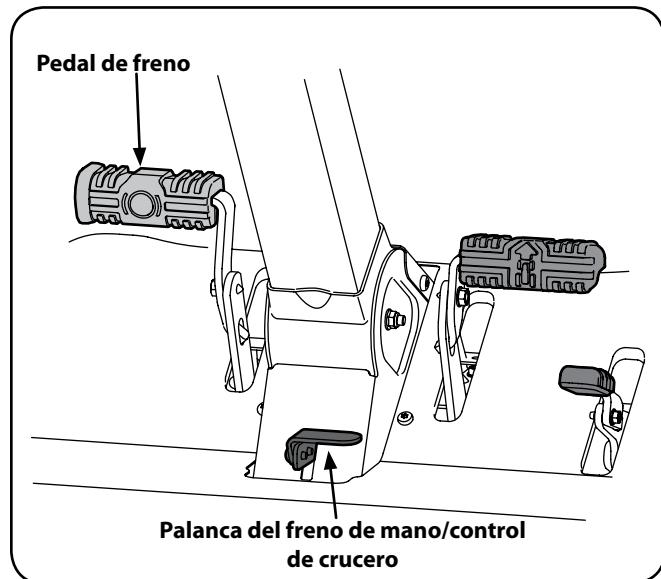

Figura 12
2. Ponga el freno de mano oprimiendo hacia adelante el pedal de freno , luego oprima la palanca de control de crucero/freno de mano y posteriormente suelte el pedal del freno . Consulte la Figura 12.
3. Verifique que el interruptor de la PTO se encuentre en posición desactivada (abajo). Consulte la Figura 12.